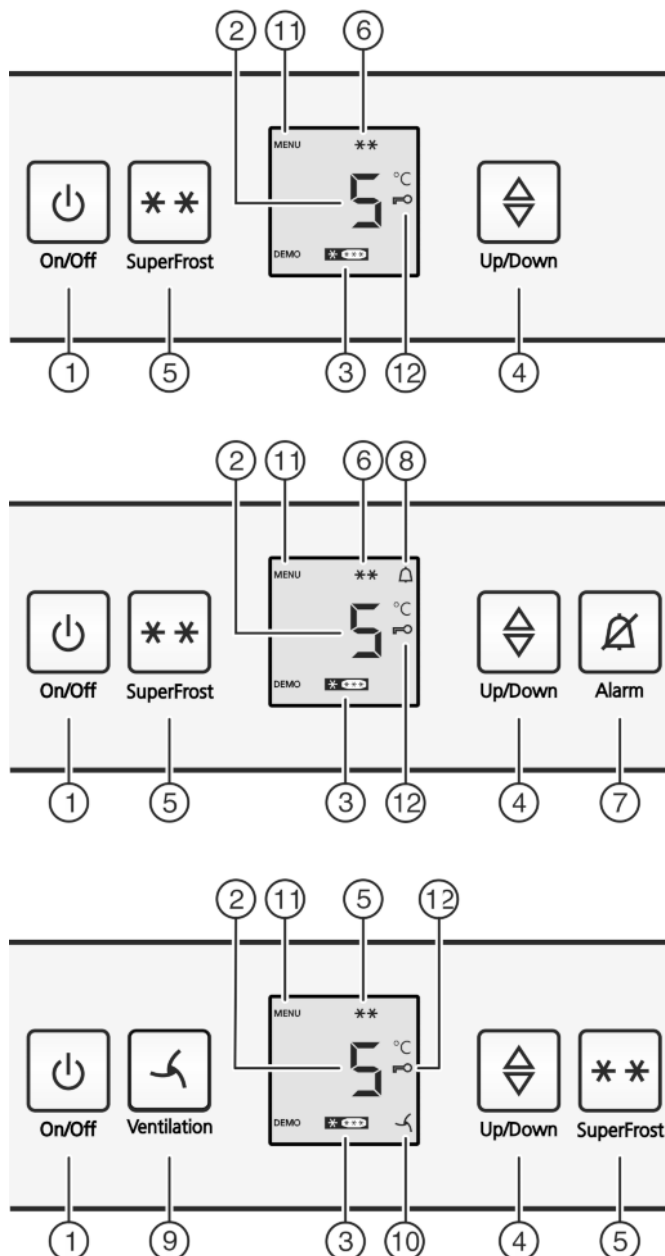

Fig. 2
- ▶ Taste On/Off *Fig. 2 (1)* drücken.
- ▶ Einstellmodus aktivieren: Taste SuperFrost *Fig. 2 (5)* ca. 5 Sekunden drücken.
- ▷ In der Anzeige wird das Symbol Menu *Fig. 2 (11)* angezeigt.
- ▶ Mit der Taste SuperFrost *Fig. 2 (5)* kurz bestätigen.
- ▷ Das Symbol Kindersicherung *Fig. 2 (12)* leuchtet in der Anzeige.
- ▶ Die Taste On/Off *Fig. 2 (1)* kurz drücken.
- ▷ Das Symbol Kindersicherung *Fig. 2 (12)* erlischt.
- ▶ Taste Alarm *Fig. 2 (7)* drücken.
Gleichzeitig blinkt die Temperaturanzeige und das Symbol Alarm *Fig. 2 (8)*.
Der Tonwarner verstummt automatisch, das Symbol Alarm *Fig. 2 (8)* geht aus und die Temperaturanzeige hört auf zu blinken, wenn die Temperatur wieder ausreichend kalt ist.
▶ Temperaturfunktion aufrufen: Die Einstelltaste *Fig. 2 (4)* drücken.
▶ Temperatur in 1 °C -Schritten ändern: Einstelltaste *Fig. 2 (4)* so oft drücken, bis die gewünschte Temperatur in der Temperaturanzeige leuchtet.